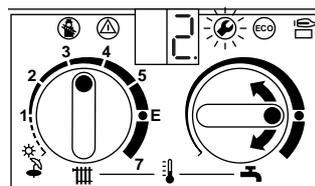

Fig. 51
- Portare il selettore d'impostazione della temperatura dell'acqua calda sanitaria sul „2.“ massima potenza nominale „max“ (fig. 51).